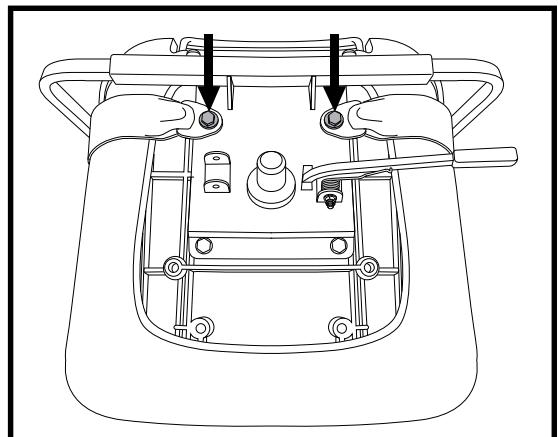

Abb. 15. Befestigungsschrauben des Rückhaltegurts
Der Hebel zur Verstellung der Sitzrotation befindet sich an der rechten Seite des Sitzrahmens und fixiert den Sitz in den unterschiedlichen Positionen. Siehe Abb. 15.
Ihr Fahrzeug ist mit einem KFZ-typischen Rückhaltegurt ausgestattet, der dem Benutzer angepaßt werden kann. Siehe Abb. 15. Der Rückhaltegurt wurde konzipiert, um ein Auf- oder Abwärtsrutschen des Fahrers zu verhindern. Der Rückhaltegurt ist nicht als Rückhaltesystem entwickelt worden.
2. Sitz umdrehen, um die Unterseite einzusehen. Siehe Abb. 15.